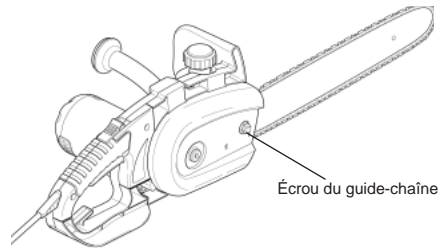

Figure 8 - Boulon de guide-chaîne
- Serrez à la main l'écrou du guide-chaîne sur le boulon (voir la Figure 8).